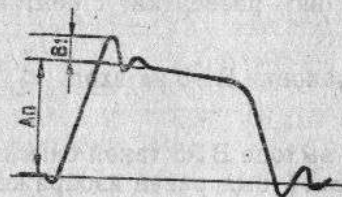

Рис. 9. Изображение на экране ЭЛТ при измерении выброса на переходной характеристике.
- по шкале экрана ЭЛТ измерьте амплитуду изображения импульса и амплитуду выброса на изображении импульса (рис. 9).